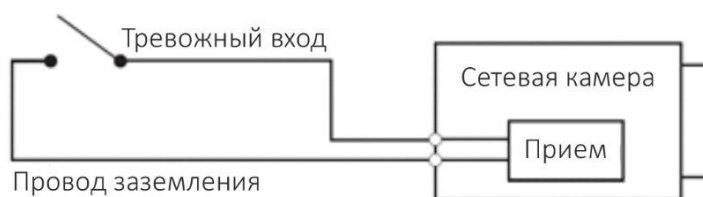

Рисунок 1-2 Тревожный вход
**Шаг 1** Подключите устройство ввода к тревожному входу порта входа/выхода, см. рисунок 1-2.